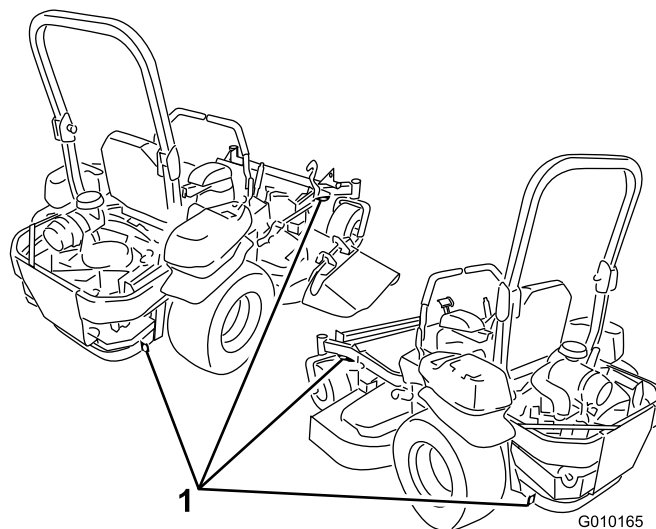

Figura 38
- Utilizzate gli anelli di ancoraggio metallici sulla macchina per fissare saldamente la macchina al rimorchio o all'autocarro per mezzo di cinghie, catene, cavi o corde (Figura 38).